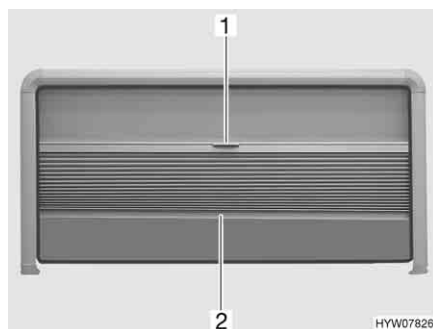

Fig. 72 Fenêtre projetante
- Saisir la tige de fermeture (Fig. 72,2) du dispositif occultant plissé par le milieu et tirer avec précaution vers le bas.
- Maintenir la tige de fermeture (Fig. 72,2) du dispositif occultant plissé par le milieu et pousser ce dernier avec précaution vers le haut.
- Tirer avec précaution la moustiquaire (Fig. 72,1) vers le bas en la maintenant par la poignée.
- Pousser lentement la moustiquaire entièrement vers le haut par la tige de fermeture du dispositif occultant plissé (Fig. 72,2).